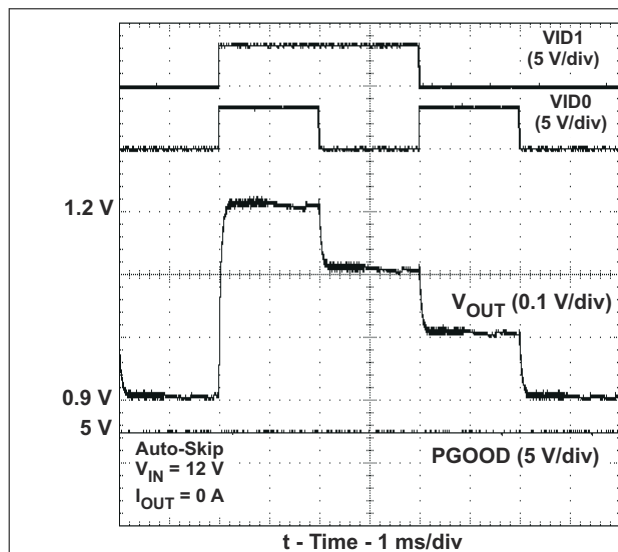

图 6-14. 输出电压降压
2. 确保脉冲配置为占空比为 50% 时归零 (RZ)。
3. 运行脉冲发生器。 V_{OUT} 将从 1.2V 降压至 0.9V, 如图 6-14 所示。